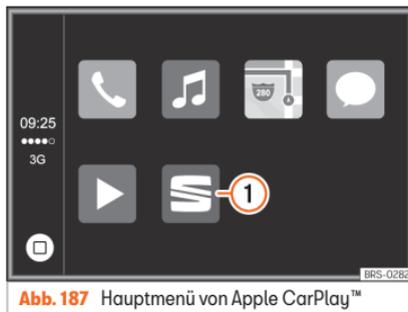

Abb. 187 Hauptmenü von Apple CarPlay™
- Im Apple CarPlay™-Betrieb Funktionsfläche »» Abb. 187 1, um in das Hauptmenü Full Link zu gelangen.